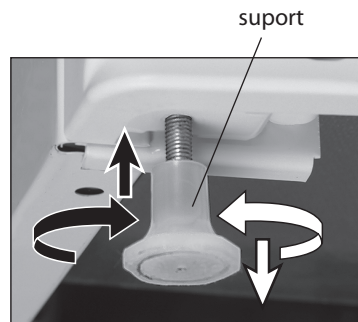

Figura 1
3.3 Congelatorul trebuie să fie instalat orizontal față de podea prin înșurubarea sau deșurubarea suporturilor reglabile, în conformitate cu figura 1. Congelatorul trebuie să stea stabil pe suporturi și roțițe.